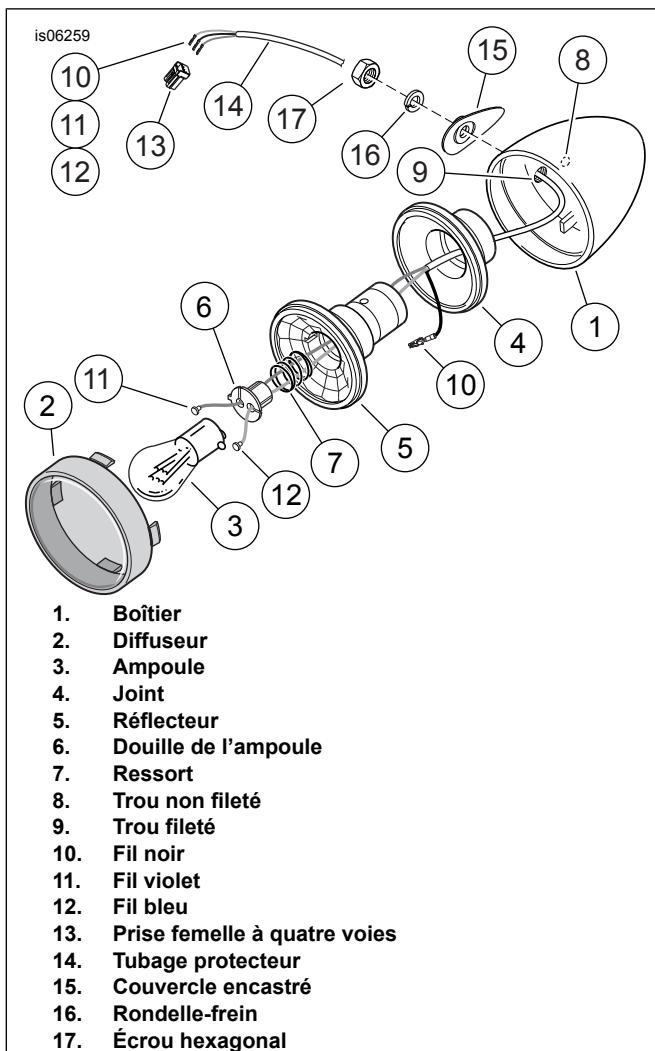

Figure 3. Feu arrière/de stop/de direction
2. Voir Figure 3. Retirer les fils noir (10), violet (11) et bleu (12) et les bornes femelles des prises femelles STT (13). Mettre de côté les feux STT et les prises femelles pour leur installation ultérieure.
8. Voir Figure 3. Introduire un tournevis à lame mince ou un outil similaire dans la fente en bas du diffuseur (2) de l'un des feux STT et tourner pour détacher le diffuseur du boîtier (1). Enfoncer l'ampoule (3) et la tourner dans le sens antihoraire pour la retirer.
14. Voir Figure 3. Acheminer les fils du goujon fileté sur l'ensemble soudé de repositionnement STT par le trou fileté (9) dans le boîtier d'ampoule (1) et le centre du joint en caoutchouc (4).
4. Voir Figure 3. Retirer les fils noir (10), violet (11) et bleu (12) et les bornes femelles des prises femelles de feu de stop/de direction. Mettre de côté les feux de stop/de direction et les prises femelles pour leur installation ultérieure.
6. Dénuder environ 25 mm (1 in) d'isolation de l'extrémité sans terminaison d'un fil et attacher un ruban de tirage ou un fil de fer à l'extrémité dénudée. Acheminer le fil dans l'un des goujons filetés de l'ensemble soudé de repositionnement STT. Pousser le fil au-delà du joint en Y jusqu'à ce que l'extrémité du ruban de tirage ou du fil de fer sorte par l'ouverture avant (E) du tube. Continuer à tirer et à pousser le fil jusqu'à ce que son extrémité isolée soit exposée. Retirer le ruban de tirage ou le fil de fer de l'extrémité isolée du fil.
9. Voir Figure 3. Introduire un tournevis à lame mince ou un outil similaire dans la fente en bas du diffuseur (2) de l'un des feux de stop/de direction et tourner pour détacher le diffuseur du boîtier (1). Enfoncer l'ampoule (3) et la tourner dans le sens antihoraire pour la retirer.
10. Insérer l'outil entre le bord extérieur du joint en caoutchouc (4) et l'intérieur du boîtier. Écarter délicatement le réflecteur (5) jusqu'à ce qu'il se détache.
11. Retirer la borne de masse et le fil noir (10) de l'arrière du réflecteur.
15. Voir Figure 3. Acheminer les fils du goujon fileté sur l'ensemble soudé de repositionnement de feu de stop/de direction par le trou **fileté** (9) dans le boîtier d'ampoule (1) et le centre du joint en caoutchouc (4).